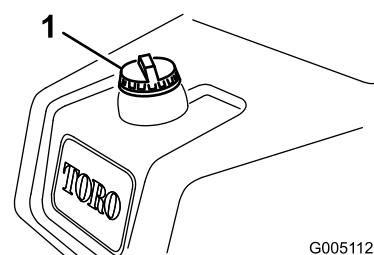

Figure 20
1. Nettoyez la surface autour du bouchon du réservoir et enlevez le bouchon (Figure 20).